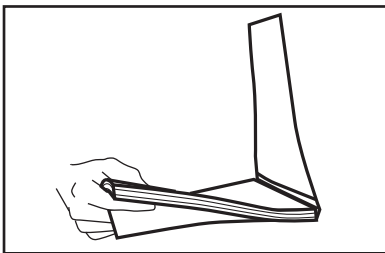

ABBILDUNG 21
7. Legen Sie auf einer glatten Oberfläche Ihr gebundenes Dokument in den Umschlag und stellen Sie sicher, dass die obere Kante des Dokumentes mit der des Umschlages abschließt (siehe Abbildung 21).